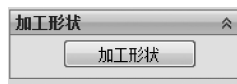

图 3-14 【加工形状】选项组
(1) 在【车床工件设定】属性管理器中选择【加工形状】选项组, 如图 3-14 所示。